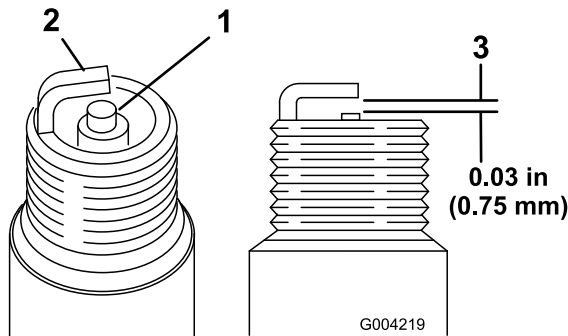

Figure 49
1. Examinez le centre des bougies (Figure 49). Si le bec isolant est recouvert d'un léger dépôt gris ou brun, le moteur fonctionne correctement. S'il est recouvert d'un dépôt noir, cela est généralement signe que le filtre à air est encrassé.
2. Contrôlez l'écartement entre l'électrode centrale et l'électrode latérale (Figure 49).
3. Courbez l'électrode latérale (Figure 49) si l'écartement est incorrect.